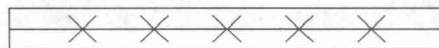

图1-29 设置后的效果
(4) 此时辅助直线上出现了 5 个节点，把直线分成了 6 段，如图 1-29 所示。